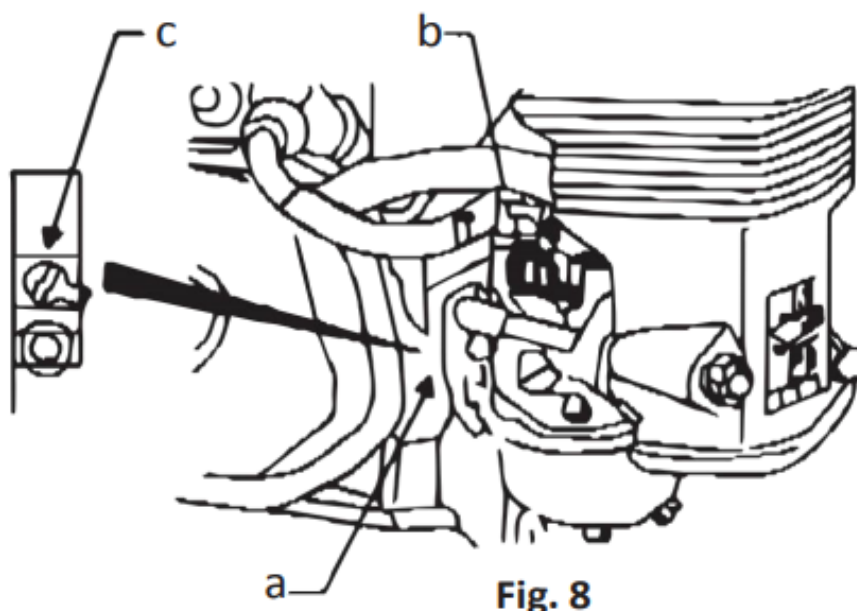

Fig. 8
4.9 Ajuste del carburador (Fig.8)